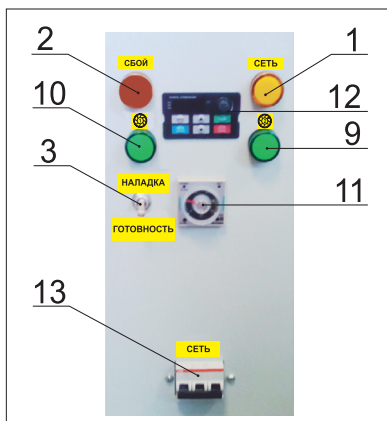

Рис. 1 Пульт управления (вид спереди)
- 1.1 Индикатор «Сеть» (цвет жёлтый–рис.1 поз. 1).
- 1.2 Индикатор «Сбой» (цвет красный–рис.1 поз.2).
- 1.3 2-х позиционный переключатель режимов работы машины (рис.1 поз.3):
- 1.9 Индикатор «Лампа нагрева 1» (цвет зеленый–рис.1 поз.9)
- 1.10 Индикатор «Лампа нагрева 2» (цвет зеленый–рис.1 поз.10).
- 1.11 Таймер (рис.1 поз.11).
- 1.12 Частотный преобразователь (рис.1 поз.12).
Частотный преобразователь (рис.1 поз.12) расположен на боку шкафа и управляет скоростью движения транспортёра с помощью встроенного потенциометра.